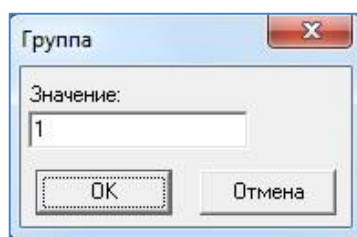

Рисунок 55 – Форма «Группа»
4.1 Нажать кнопку . Программа предоставляет форму «Группа» (см. Рисунок 55). В поле «Значение» Программа отображает номер группы, на 1 превышающее текущее значение группы.